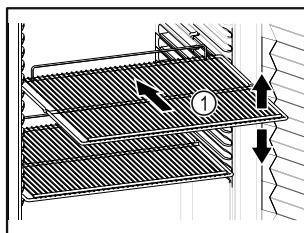

Fig. 56 Примерно изображение
- Ако стелажите за съхранение Fig. 56 (1) могат да се местят, регулирайте ги според височината.